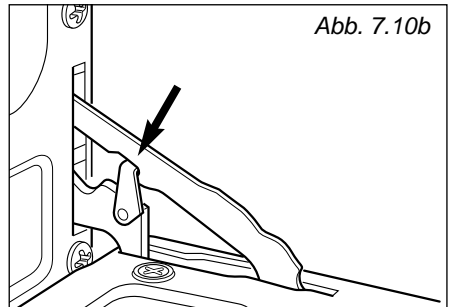

Abb. 7.10b
2. Haltebügel der Scharniere links und rechts nach oben in die Aussparung schwenken (abb. 7.10B).